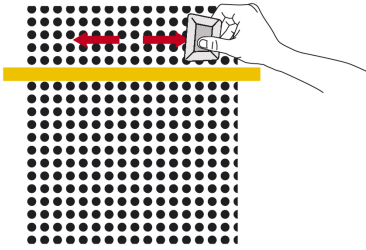

Abbildung 04
- › Die Folie ist mit der zuvor mit Filz überzogenen Rakele von der Mitte zu den Rändern hin anzubringen. (Abb. 04)